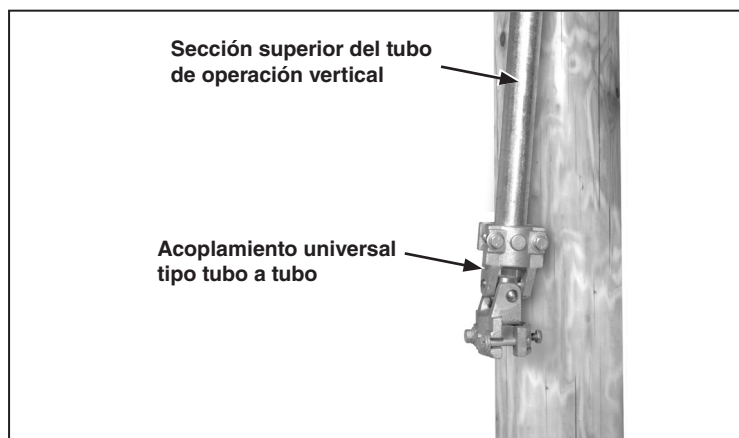

Figura 19. Instalación del acoplamiento universal tipo tubo a tubo al extremo inferior del tubo de operación vertical.
**PASO 14.** Instale un acoplamiento universal tipo tubo a tubo en el extremo inferior de la sección superior del tubo de operación vertical. Vea la Figura 19. Retroceda el tornillo perforante de sujeción fuera del cuerpo del tubo de acoplamiento antes de apretar los tornillos de la abrazadera de acoplamiento.
**PASO 18.** En el acoplamiento universal que está inmediatamente encima de la chumacera de impulso—apriete los tornillos de la abrazadera hasta el máximo. Apriete el tornillo perforante de sujeción, atravesando el tubo, y siga girándolo hasta que se sienta una resistencia firme. ① Ver Figura 19 en página 15.
① Si el embarque incluye un Operador de Interruptores Tipo AS-1A de S&C, como se indica con la adición del Sufijo “-S8” o “-S9” de modificación menor estándar, al número del plano de montaje, consulte, en lugar de este instructivo, la Hoja de Instrucciones de S&C 769-500S, “Operadores de Interruptores de S&C—Tipo AS-1A, Instrucciones de Instalación”.